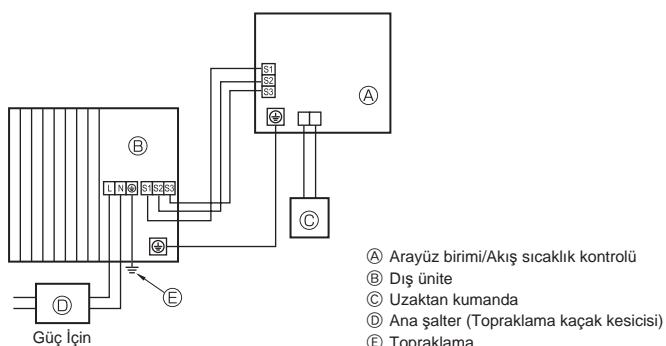
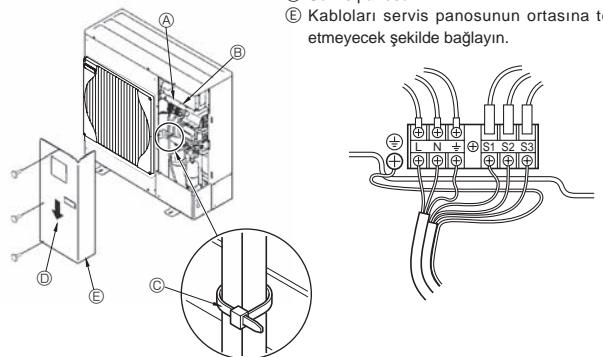

Fig. 6-1
Fig. 6-2
6.1. Dış ünite (Fig. 6-1, Fig. 6-2)
- ① Servis panelini söküн.
- ② Fig. 6-1 ve Fig. 6-2'ye bakarak kabloları bağlayın.